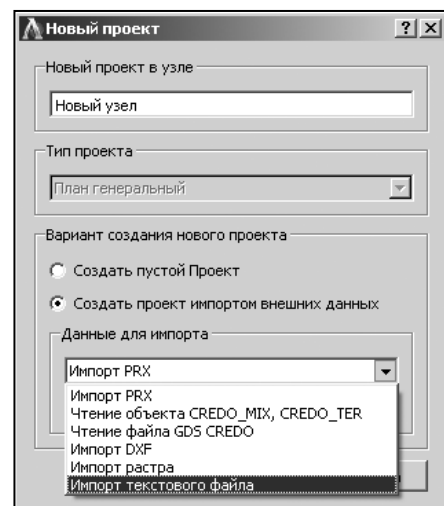

Рис. 75
2. Создайте новый узел в структуре проектов и выполните команду  **Создать новый проект**. В открывшемся окне выберите **Создать проект импортом внешних данных/Импорт файла TXT** (рис. 75). В открывшемся окне проводника выберите файл **Точки для ЦМС.txt** и нажмите **ОК**.